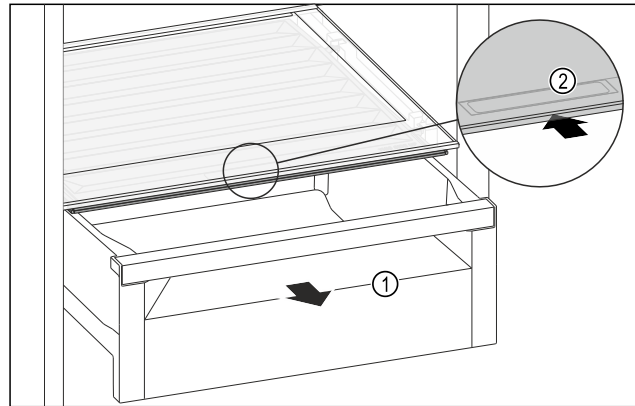

Fig. 147
- Schubfach Fig. 147 (1) herausziehen.
- Griffmulde Fig. 147 (2) am Fachdeckel anfassen und Fachdeckel gleichzeitig nach hinten schieben.